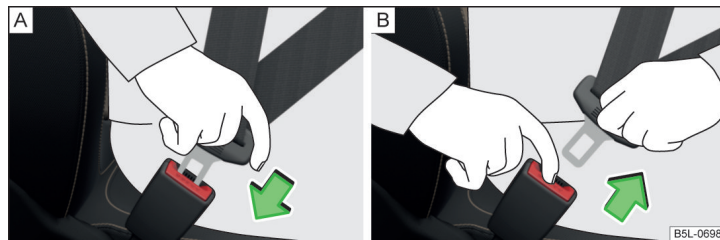

Bild 5 Sätta på/ta av säkerhetsbälte
- » Stick in låstungen i bälteslåset » bild 5 - A för sätet tills den klickar i.
- Tryck in den röda knappen i bälteslåset » bild 5 - [B] så att låstungen hoppar ut.